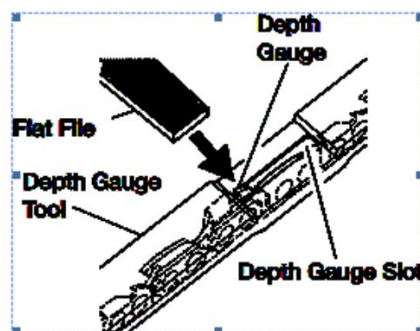

Figure.14
- Placez l'outil de jauge de profondeur (.025 ") fermement sur le dessus des deux couteaux. Assurez-vous que la jauge de profondeur pénètre dans la fente de l'outil de jauge de profondeur (voir Figure 14).